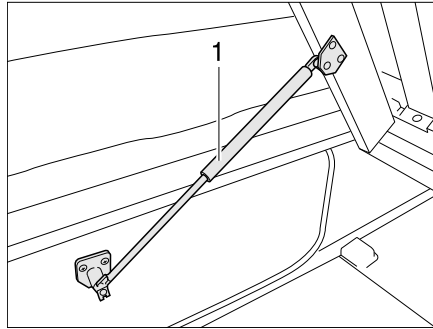

Bild 70 Festes Bett
- Lattenrost anheben. Die Gasdruck-Federn (Bild 70,1) halten den Lattenrost in geöffneter Stellung.